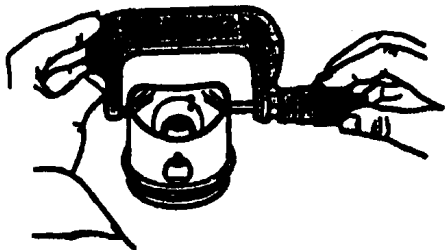

图 1-42
(1) 检查活塞尺寸,如图 1-42 所示。检测部位距裙部下缘约 10mm,并与活塞销轴线成 90°,要求与公称尺寸的最大偏差为 0.04mm。